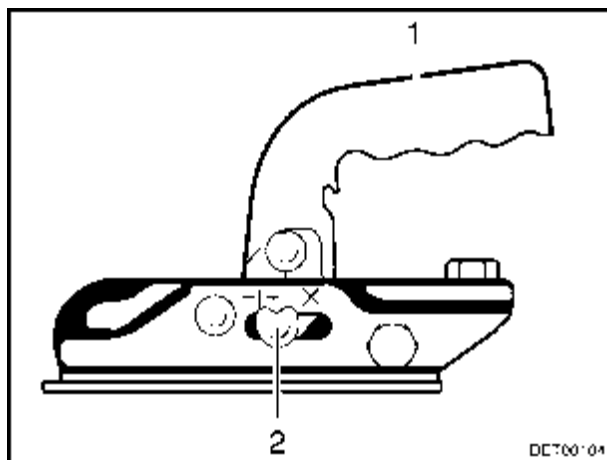

Fig. 2 Dispositif d'attelage Albe
- Tirer la poignée d'attelage (Fig. 2,1) vers le haut. Le dispositif d'attelage est ouvert.
- Effectuer un contrôle visuel : l'indicateur de sécurité (Fig. 2,2) doit être sur la position "+". La rotule d'attelage ne doit pas être visible lorsqu'elle est attelée.